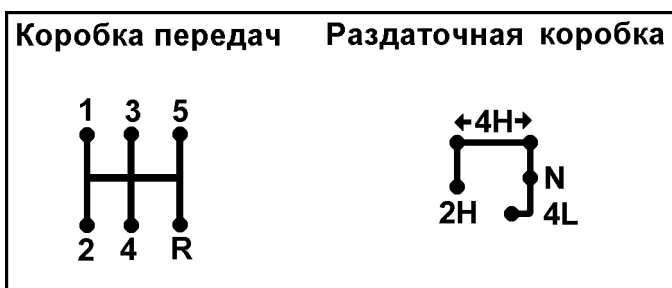

Рис. 3.3. Положения рычагов коробки переключения передач и раздаточной коробки:
- 19** -рычаг переключения передач. (Положения рычага см. на рукоятке рычага переключения передач и на рис. 3.3).
- 21** -рычаг включения переднего моста и понижающей передачи. (Положения рычага см. на рис. 3.3).